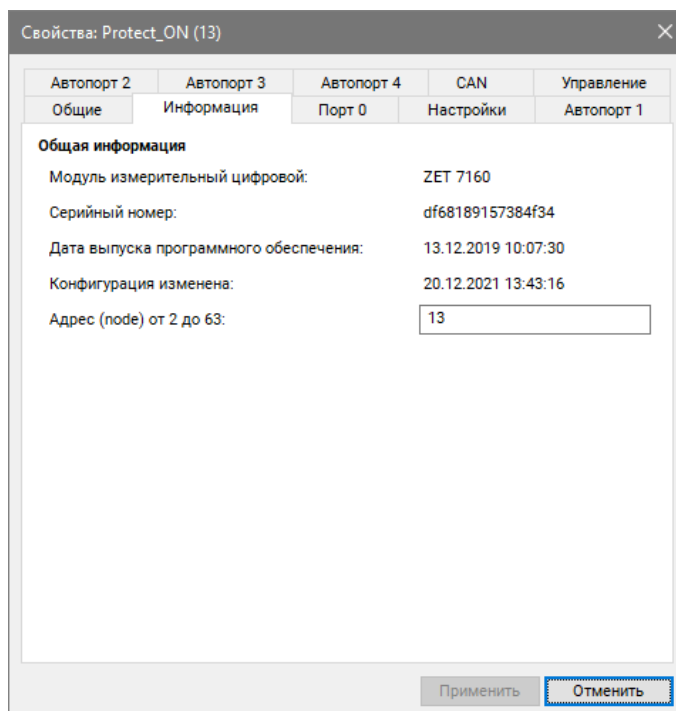

Рис. 2.13 Вкладка «Информация»
- во вкладке «Информация» в поле «Адрес (node от 2 до 63)» следует установить значение «13» (Рис. 2.13).